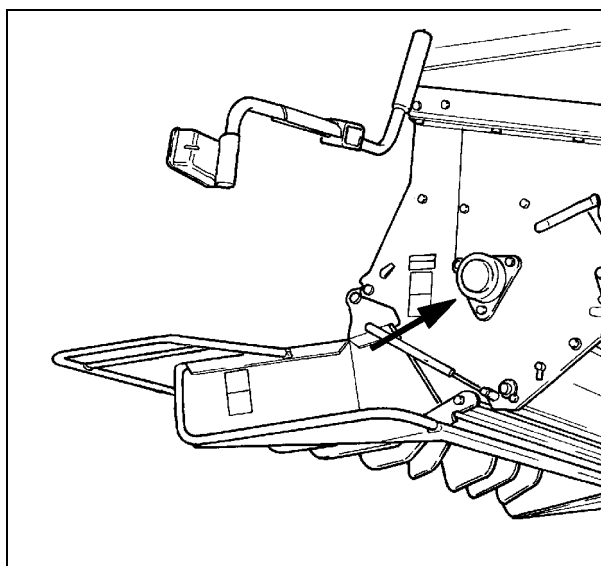

Рис. 11
**6. Ротор соломорезки - Рис. 11**